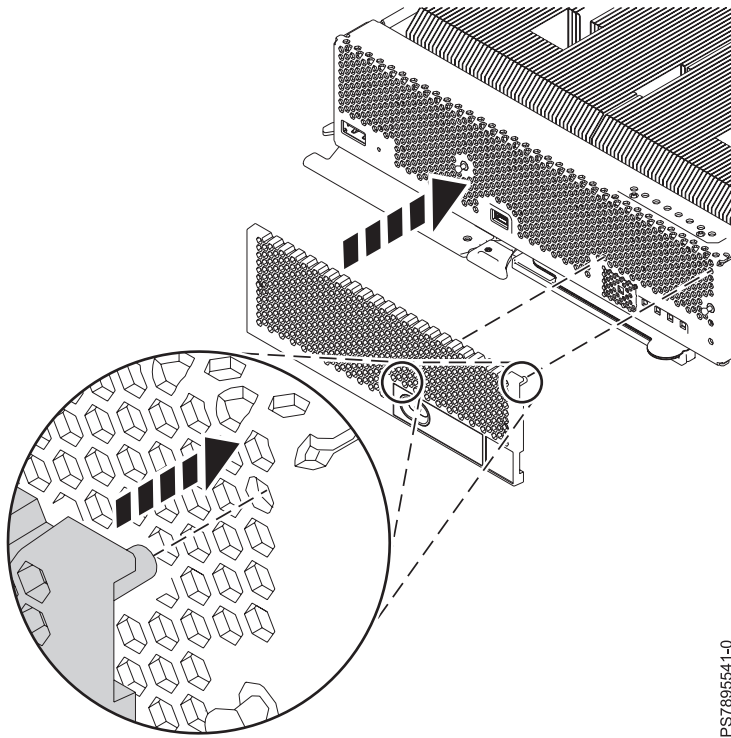

Figure 49. Installation du panneau frontal dans un noeud de traitement IBM Flex System p270
- a. Alignez le panneau frontal sur le noeud de traitement en suivant les repères en forme de cercle (voir figure 49, à la page 93).